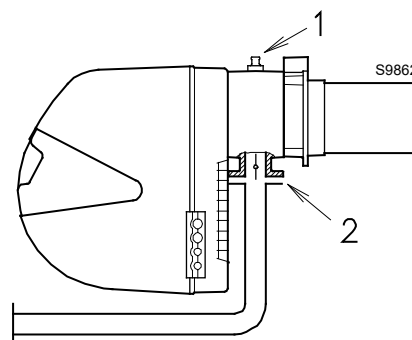

Fig. 39
Pressione del gas alla presa 1)(Fig. 39), con:
Perdita di carico farfalla gas 2)(Fig. 39) con apertura massima: 90°.
- sottrarre dalla pressione del gas alla presa 1)(Fig. 39) la pressione in camera di combustione.
Pressione del gas alla presa 1)(Fig. 39) = 6,4 mbar
Per conoscere invece la pressione del gas necessaria alla presa 1)(Fig. 39), fissata la potenza MAX alla quale si desidera funzioni il bruciatore:
- Leggere sulla Tabella, la pressione alla presa 1)(Fig. 39).
pressione necessaria alla presa 1)(Fig. 39).